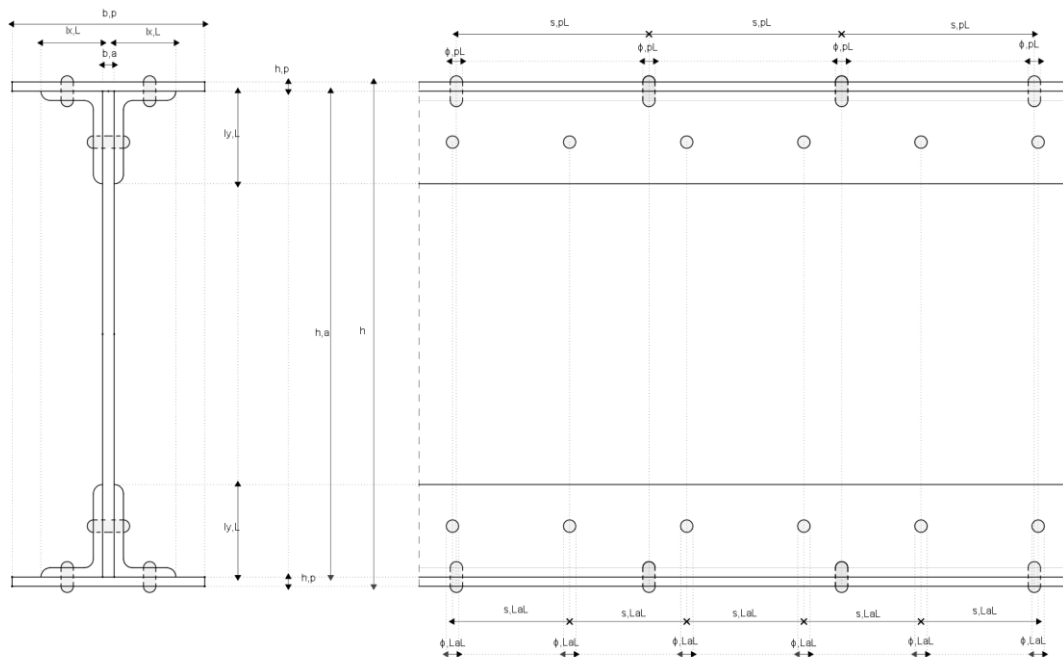

Fig. 4.54
- .4. És una aplicació que es podria realitzar exclusivament amb qualsevol full de càlcul. En aquest cas, GeoGebra permet introduir les dades d'una forma gràfica i dinàmica i, d'aquesta manera, permet un tractament didàctic per resoldre un problema de Resistència de Materials (fig. 4.54).